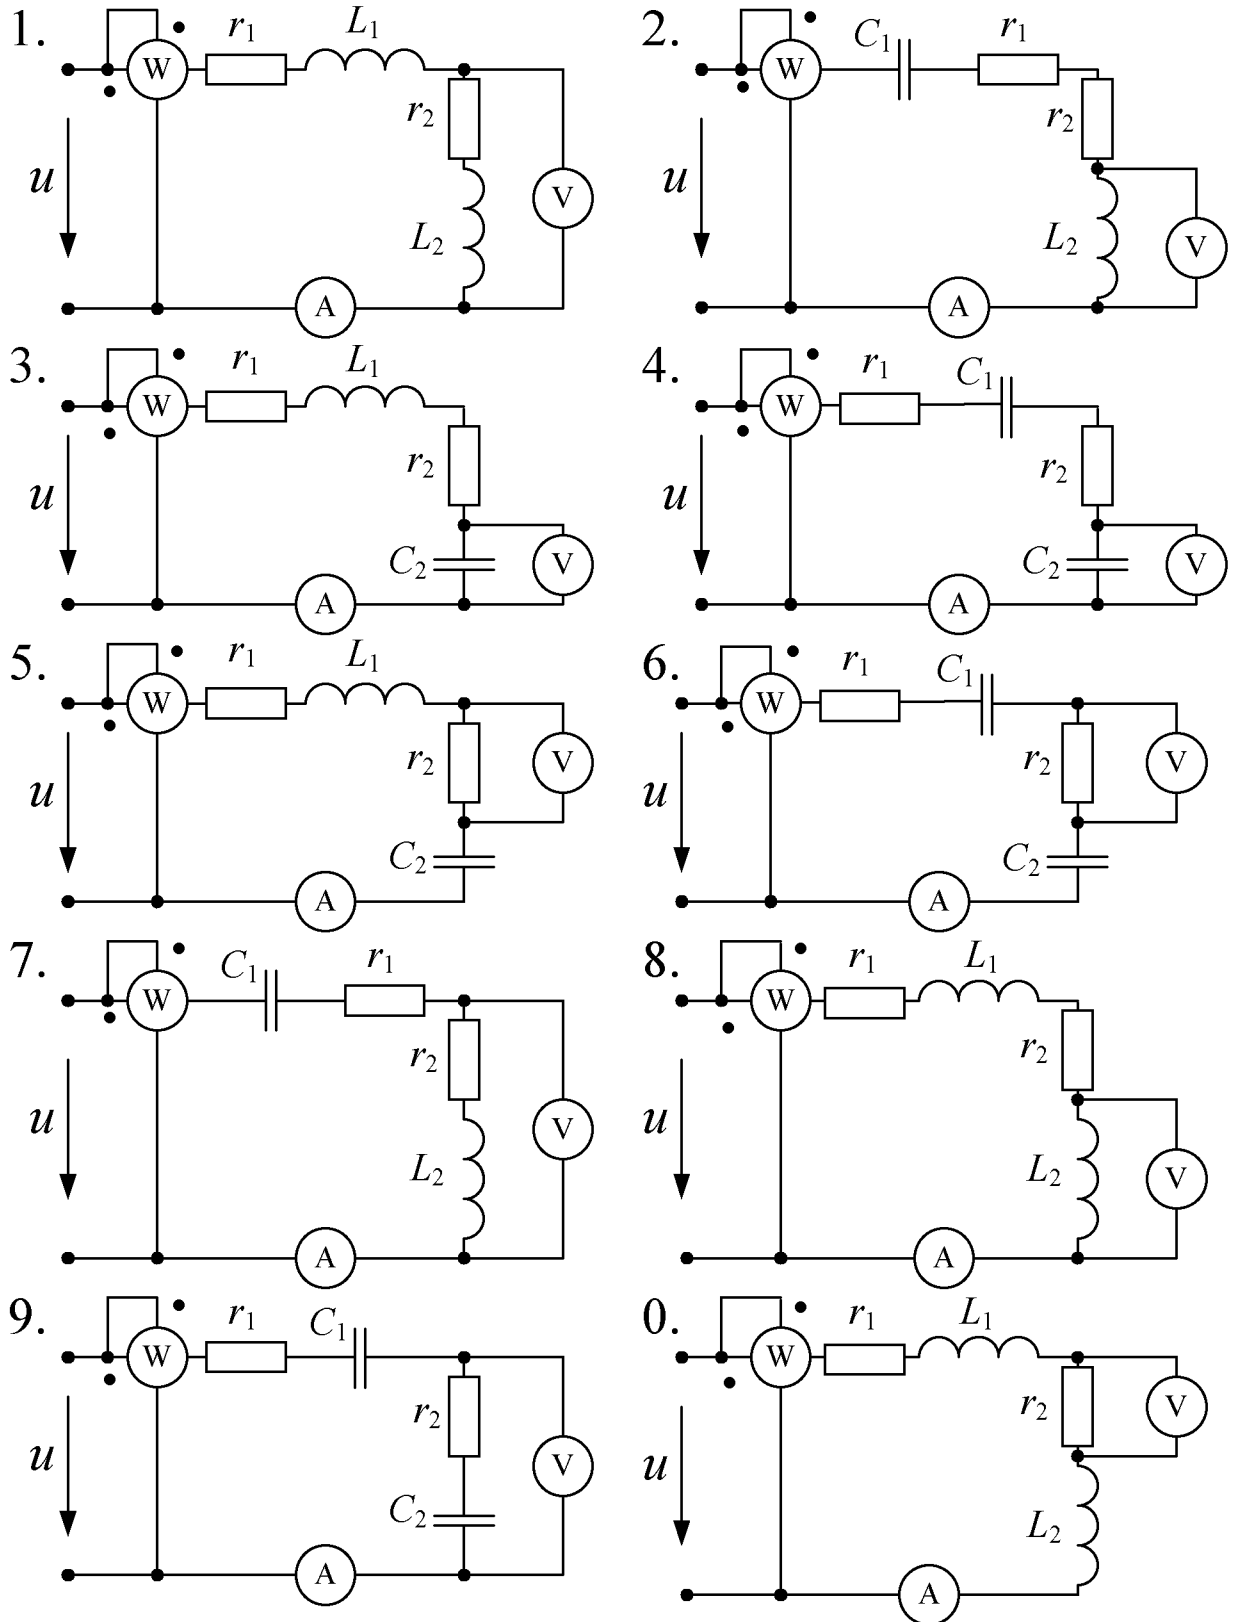

Рис. 3 (выбор схемы по последней цифре учебного шифра студента)
Напряжение на зажимах цепи, вариант которой соответствует последней цифре учебного шифра студента и изображенной на рис. 3, изменяется по закону  $u = U_m \sin \omega t$ . Амплитудное значение напряжения  $U_m$ , значения активных сопротивлений  $r_1$  и  $r_2$ , индуктивностей катушек  $L_1$  и  $L_2$ , емкостей конденсаторов  $C_1$  и  $C_2$  приведены в табл. 3.
1. Определить показания приборов, указанных на схеме рис. 3.
Параметры цепи (рис. 3)	Предпоследняя цифра учебного шифра студента
*Примечание.* Из табл. 3 записываются данные только тех параметров, которые обозначены на выбранной схеме (рис. 3).
Амперметр и вольтметр, включенные в цепь на рис. 3, измеряют действующие значения тока в цепи и напряжения на элементах (или соответствующем участке цепи), их показания определяют по закону Ома. Ваттметр, включенный так, как показано на рис. 3, измеряет активную мощность цепи: